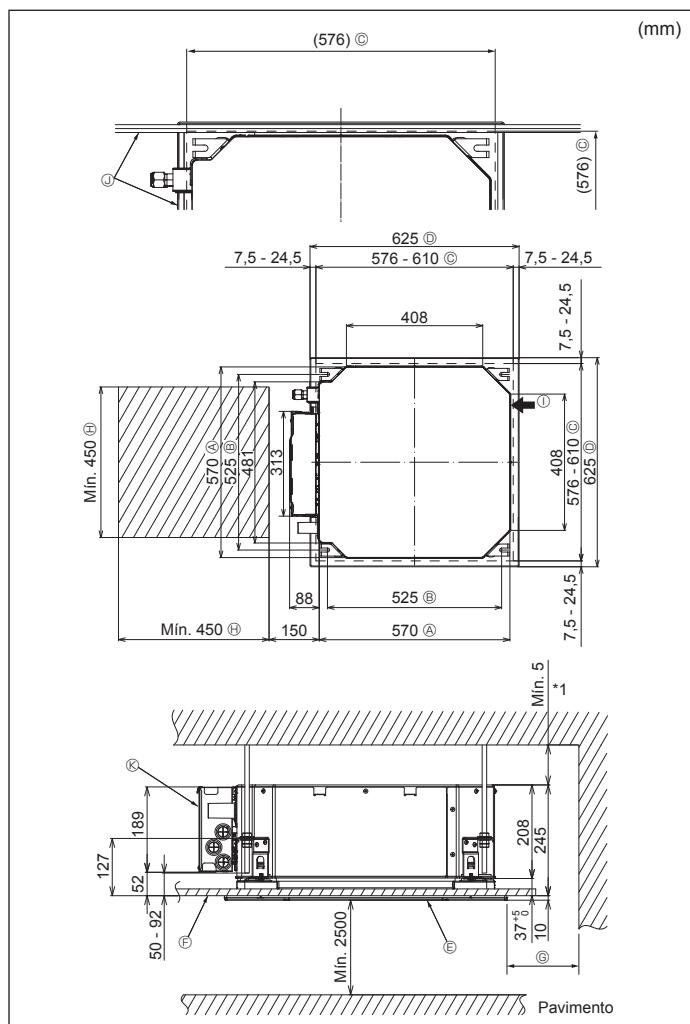

Fig. 4-2
⑤	Bocal de drenagem	1
⑥	Isolamento	1
4.2. Locais das aberturas no teto e da instalação dos parafusos de suspensão (Fig. 4-2)